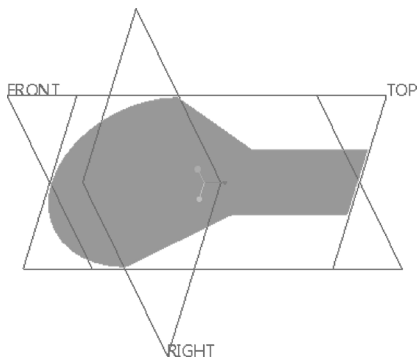

图 5-138 创建填充曲面特征
5) 在“填充”选项卡中单击  (完成) 按钮，完成创建的填充曲面特征如图 5-138 所示。